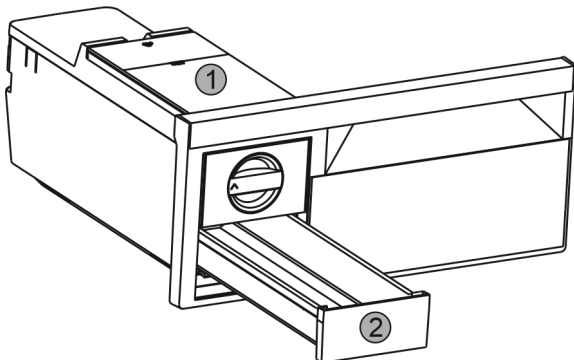

Fig. 36
- ▶ Enlever le réservoir d'eau Fig. 36 (1) et le tiroir à glaçons Fig. 36 (2).